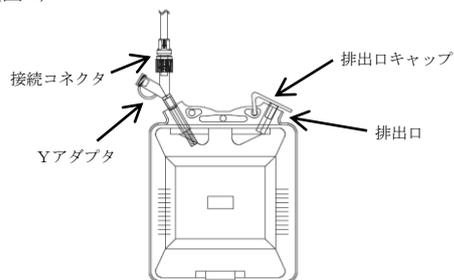

図 5
1. ドレナージカテーテル側の接続コネクタが、Yアダプタ (I アダプタ) に接続されていることを確認する。1 本のみで吸引する場合 Y アダプタの片側の Y アダプタキャップがしっかり嵌められていることを確認する。さらに排出口に排出口キャップを嵌める。(図 5)